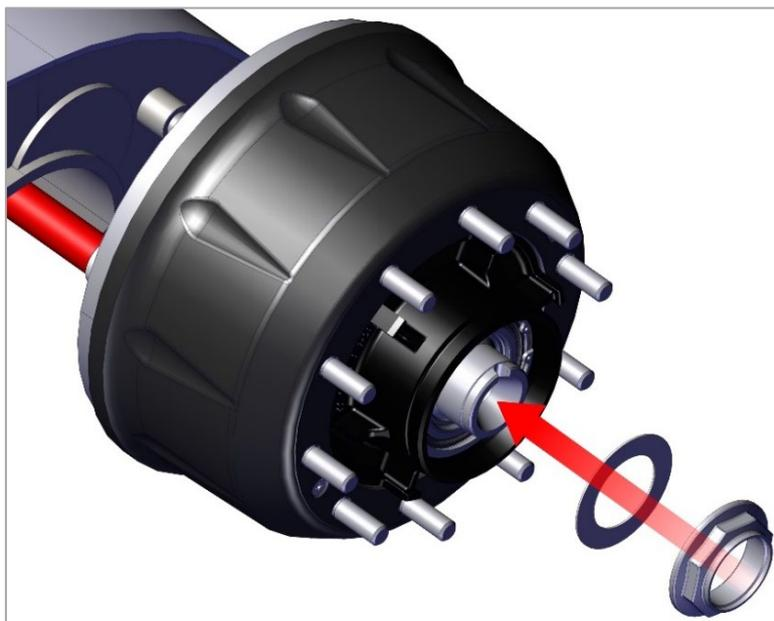

Рис. 13.1. Монтаж упорной шайбы и гайки подшипников ступицы.
2) Установите упорную шайбу и гайку подшипников ступицы (Рис. 13.1).